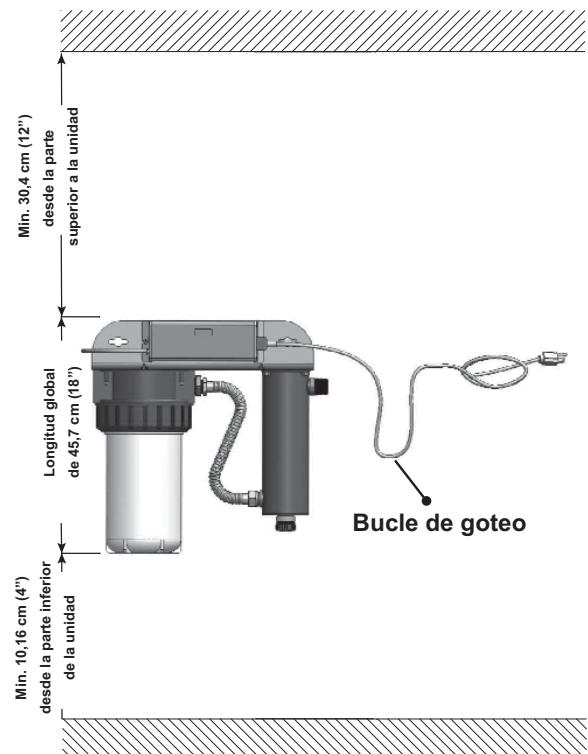

Figura 3 Instalación de la desinfección
4. Asegúrese de permitir un "bucle de goteo" en el cable de alimentación para evitar que entre agua en el controlador. Consulte Figura 3.
2. Seleccione una ubicación adecuada para el sistema de desinfección y sus componentes relacionados. Como se recomienda instalar un circuito con descarga a tierra (GFCI), asegúrese de que esto se tiene en cuenta antes de cualquier instalación. Cuando seleccione el lugar de montaje, tiene que dejar espacio suficiente para permitirle retirar el la funda tubular de la lámpara UV y para cambiar los cartuchos del filtro. Vea Figura 3 para las dimensiones típicas.
Este sistema de desinfección está diseñado para que se instale en el punto de entrada. Es muy recomendable usar bucles de goteo en los cables conectados al controlador. Consulte Figura 3.